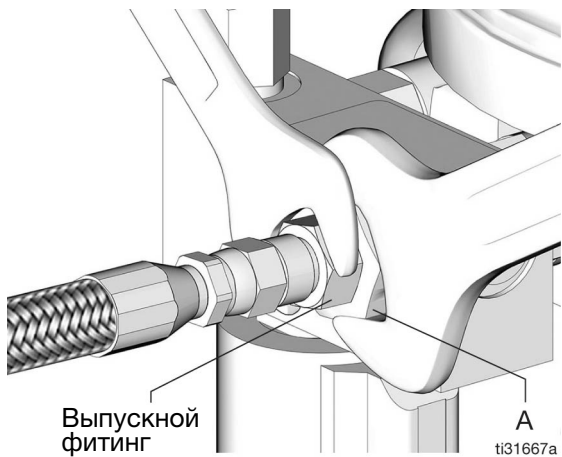

Рис. 30
1. Ослабьте фитинг патрона насоса (Рис. 30).